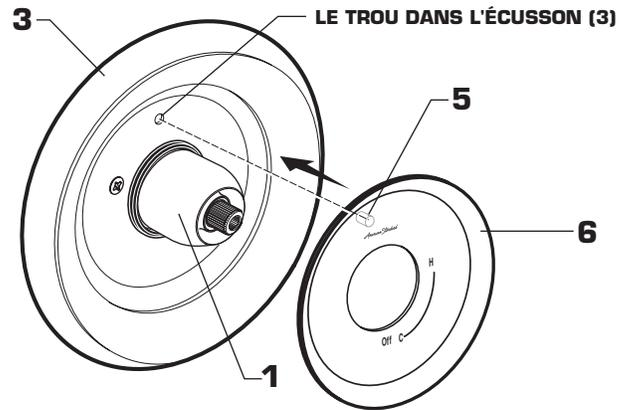

Figure 3.
- **Figure 3.** Mettez en ligne le code confidentiel (5) sur le revers de PLAQUE DE CADRAN (6) avec le trou dans l'ÉCUSSON (3). LA PLAQUE DE CADRAN de poussée (6) sur le BONNET (1) la rougeur contre l'ÉCUSSON (3).